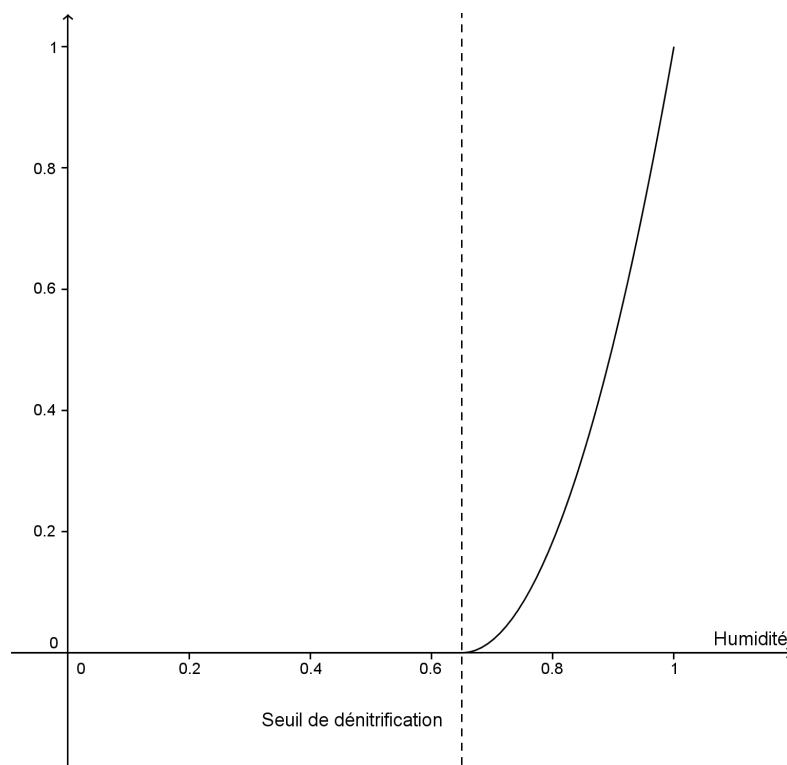

FIGURE 2 – Allure de la loi abiotique pour une puissance de 2 et un seuil de dénitrification de 65%.
- $g(H)$ est le coefficient correspondant à la dépendance à l'humidité et suivant une loi abiotique (représenté sur la figure 2).